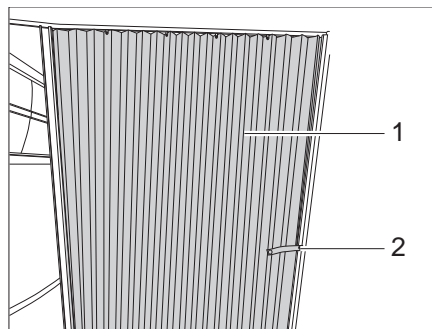

Bild 86 Förhänge
- Lossa säkerhetsbandet (Bild 86,2).
- Dra förhänget (Bild 86,1) till stängt läge.
- Dra förhänget (Bild 86,1) till öppet läge.
- Fäst förhänget med säkerhetsbandet (Bild 86,2).